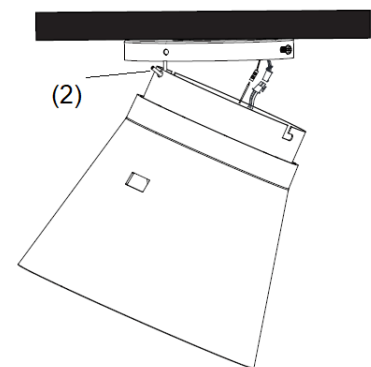

Fig. 4
- Avvicinare il ventilatore alla staffa di supporto. Fissare il ventilatore al gancio a J (2) sulla staffa di supporto (Fig. 4).